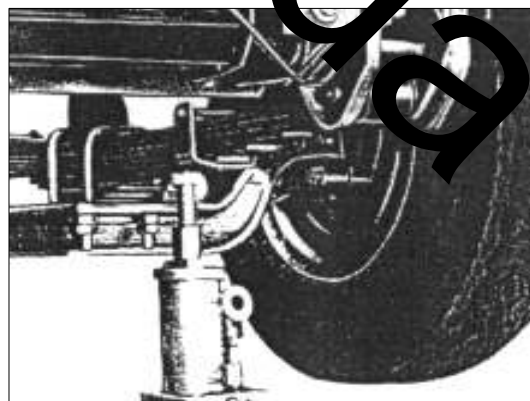

РИС. 272
1) Установите автобус на смотровую яму. Установите противооткатные башмаки переди и сзади задних колес. Ослабьте гайки крепления передних колес. Поставьте два домкрата под рессоры передней оси (см. рис.272).